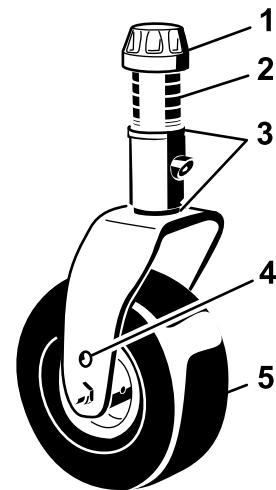
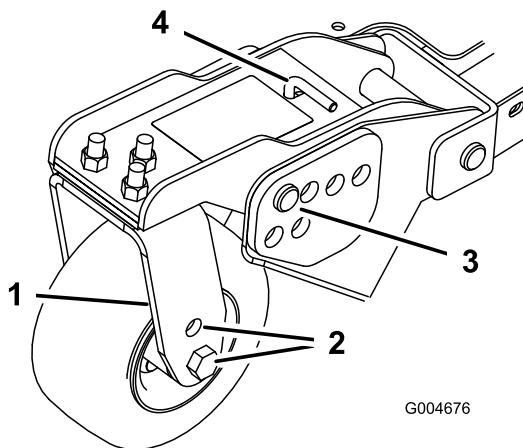
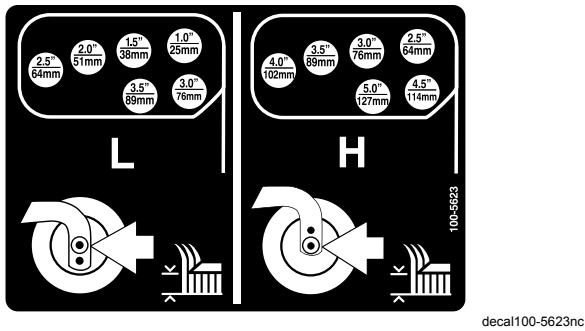

Bild 22
Bild 24
Bild 25
1. Stecken Sie die Laufradachsen in allen Laufradgabeln in die gleichen Löcher (Bild 22 und Bild 24). Siehe die nachstehende Tabelle, um das richtige Loch für die jeweilige Einstellung festzustellen.
2. Entfernen Sie die Spannkappe von der Spindelwelle (Bild 22) und ziehen die Spindel aus dem Laufradarm heraus. Schieben Sie zwei Beilagscheiben (3 mm) so auf die Spindelwelle, wie sie ursprünglich montiert waren. Diese Beilagscheiben sind erforderlich, um alle Mähwerke über die Breite auf ein Niveau zu bringen. Schieben Sie die entsprechende Anzahl von Distanzstücken (13 mm) (siehe die nachstehende Tabelle) auf die Spindelwelle, um die gewünschte Schnitthöhe herbeizuführen; schieben Sie dann die Scheibe auf die Welle.
4. Entfernen Sie den Splint und den Lastösenbolzen von den Laufradgelenkkämmen (Bild 24).
5. Drehen Sie die Spannstange, um den Gelenkkarm anzuheben oder abzusenken, bis die Löcher mit den ausgewählten Löchern in der Schnitthöhenhalterung im Mähwerkrahmen ausgerichtet sind (Bild 24 und Bild 25).